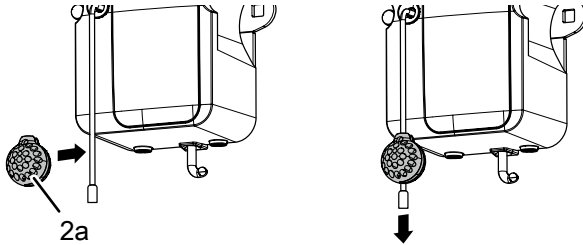

Fig. 7: Enlèvement de la protection anti-effraction
Placez le coulisseau (19) sur le profilé du rail, poussez-le dans l'orifice placé à l'arrière de l'unité d'entraînement (2) et vissez-le à fond avec la vis (14) (fig. 7).